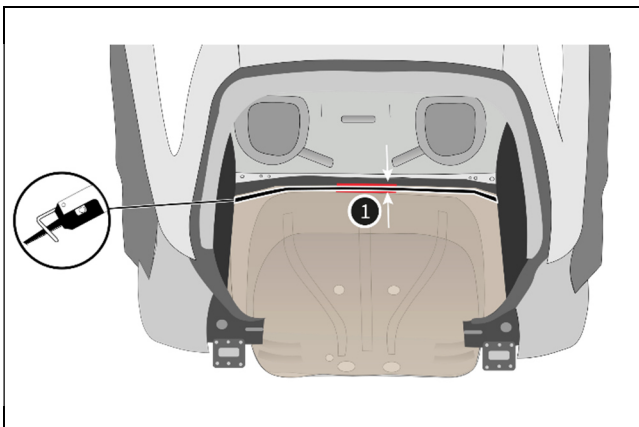

Bild 1: Trennstelle Originalverbund
- Setzen Sie den Trennschnitt  mit einem Maß von **20 mm** (Bild 1 & 2 | Pos. 1).